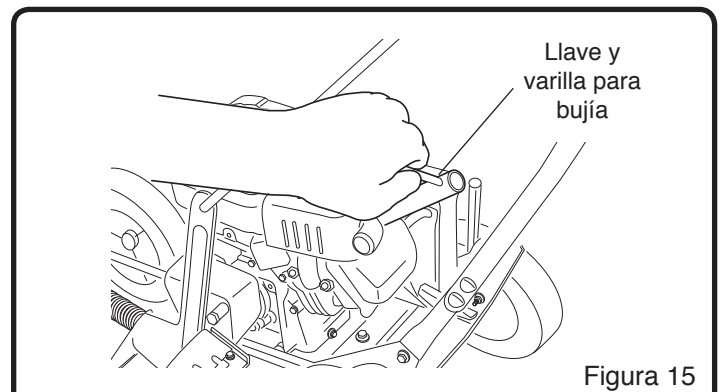

Figura 15
6. Reinsertar la bujía de encendido y apretar con la barra y llave correspondiente. (Ver Figura 15)